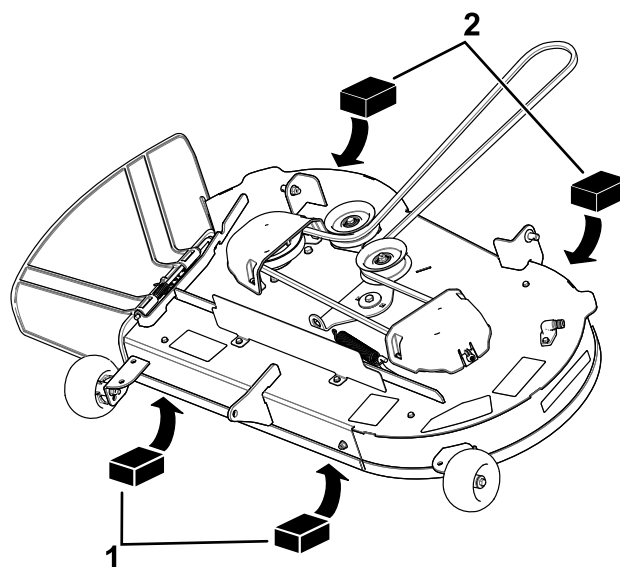
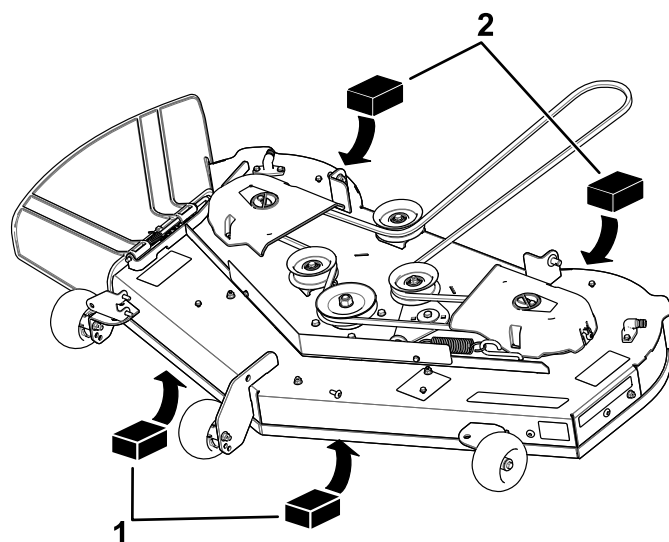

Figura 66
Figura 67
4. Coloque dos bloques de 6.6 cm (2⁵/₈) de grosor debajo de cada lado del borde delantero de la carcasa, pero no debajo de los soportes de los rodillos protectores del césped (Figura 66 o Figura 67).
5. Coloque dos bloques de 7.3 cm (2⁷/₈) de grosor debajo del borde trasero del faldón de la carcasa de corte, uno en cada lado de la carcasa de corte (Figura 66 o Figura 67).